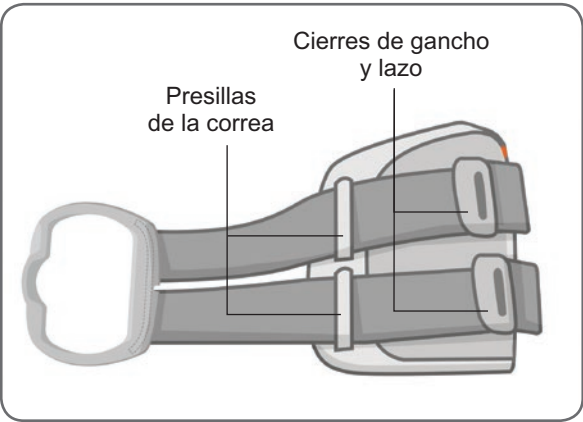

Ilustración 6-2: Correa para la banda de EF de la parte inferior de la pierna sujeta a la banda de EF de la parte inferior de la pierna normal
- Deslice la correa por las presillas y las hebillas de la correa de la banda de EF de la parte inferior de la pierna. Compruebe que el cierre de gancho y lazo esté orientado en dirección contraria a la banda de EF de la parte inferior de la pierna. Presione el cierre de gancho y lazo para asegurar la correa. Consulte la ilustración 6-2.